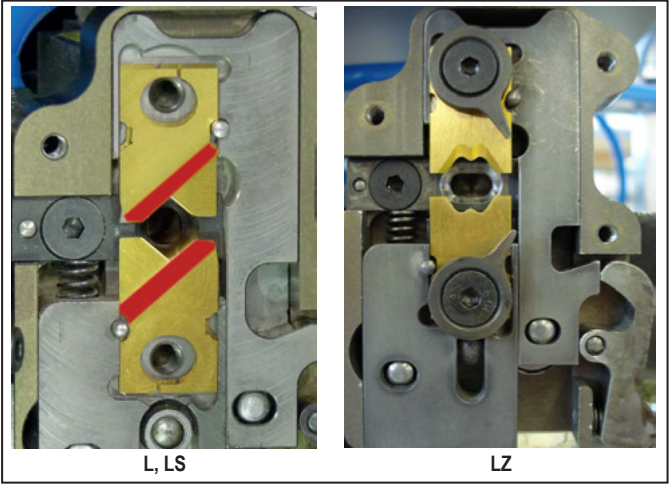

图8.2 刀片的对齐
- ▶ L 和 LS: 安装每对刀片，使斜切边缘点朝外（在图 8.2 中以红色标记）。将两对刀片安装在支架上。